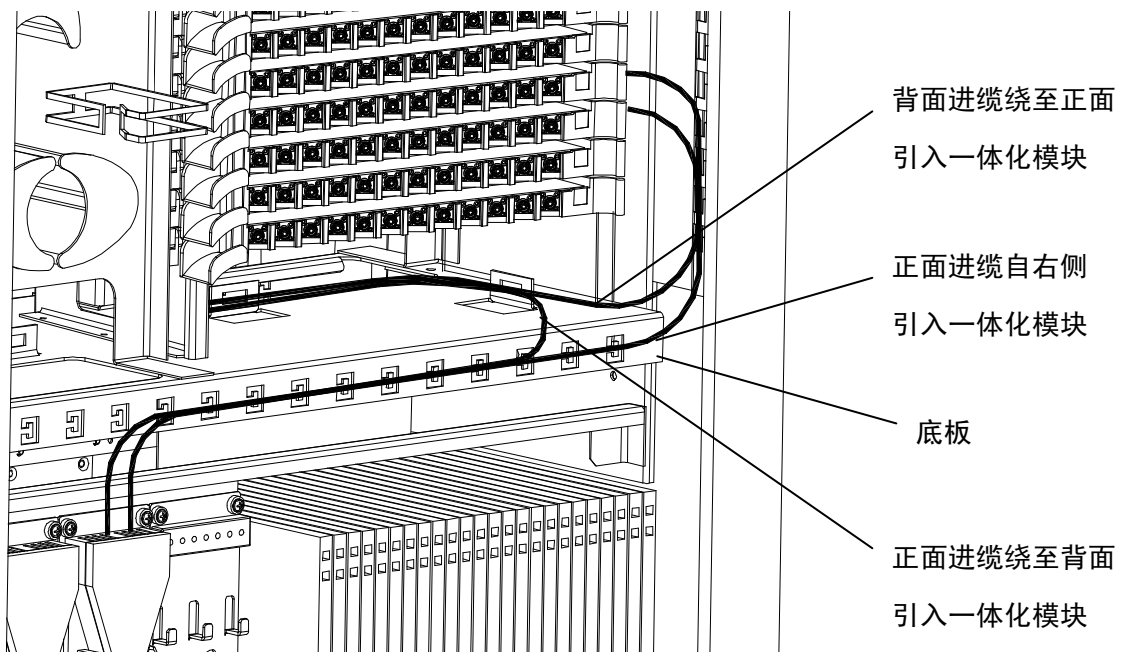

图 6
4.1 单面内操作: 光缆固定开剥后经过线扎固定, 然后从箱体右侧向上引入一体化模块, 与盘内尾纤进行熔接, 如图 6 所示;
4.2 正面背面之间操作: 光缆固定开剥后经线扎固定, 然后从底板上绕至另一面向上引入一体化模块, 注意需用线扎在相应位置固定以保证光纤各段具有足够大的弯曲半径, 如图 6 所示;